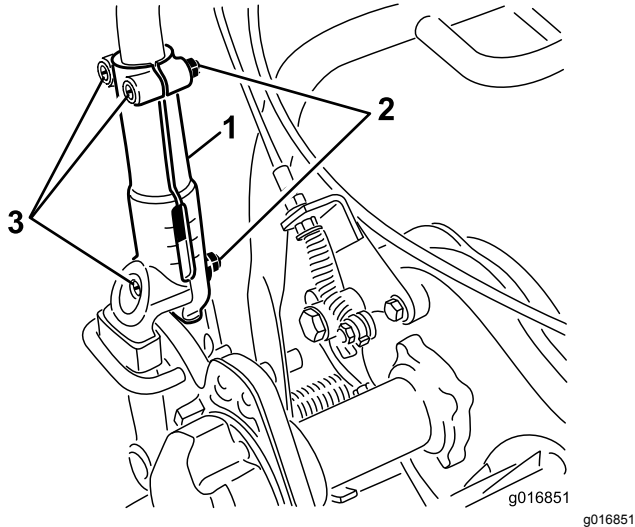

Bild 26
1. Lösen Sie die drei Schlossschrauben und Muttern, mit denen jede Seite des Holm in den Holmklemmen befestigt ist (Bild 26).